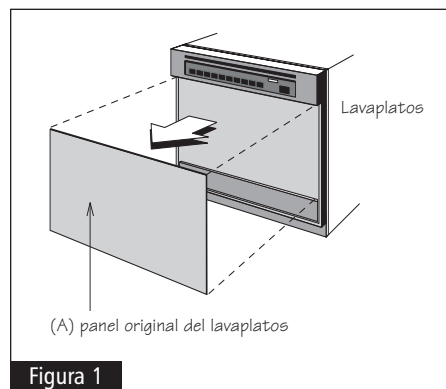

Figura 1
- 2** Retire el panel original del lavaplatos (A) del frente de la misma; consulte las instrucciones del fabricante. Vea la figura 1.
- 3** Corte el panel de inserción para el lavaplatos (DIP) (B), que compró aparte, para igualar el tamaño del panel original (A) que retiró en el paso 2